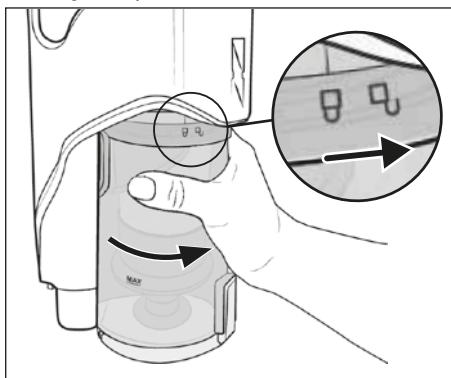

Abb. 23
- 8) Setzen Sie den Staubbehälter **7** wieder in das Gerät und drehen Sie ihn in Richtung des Symbols  (schließen), bis er fest im Gerät sitzt (siehe Abb. 23).